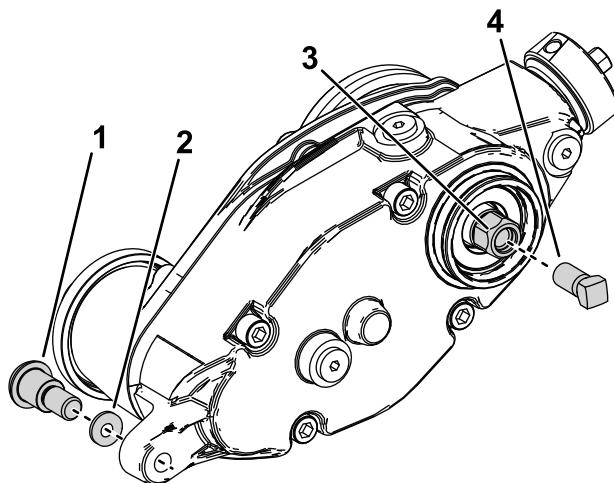

Figura 25
3. Retire el perno de cuello largo y la arandela endurecida que conectan la caja de transmisión del groomer a los brazos del regulador (Figura 25).
5. Instale el tornillo de refuerzo (pieza n.º 1-803022 – se vende por separado) en las roscas internas del cabezal hexagonal de la transmisión del groomer y apriételo a 13,5 Nm, tal y como se muestra en la Figura 25.
6. Retire la caja de transmisión del groomer del molinete de corte girando el cabezal hexagonal de la transmisión del groomer (Figura 25).